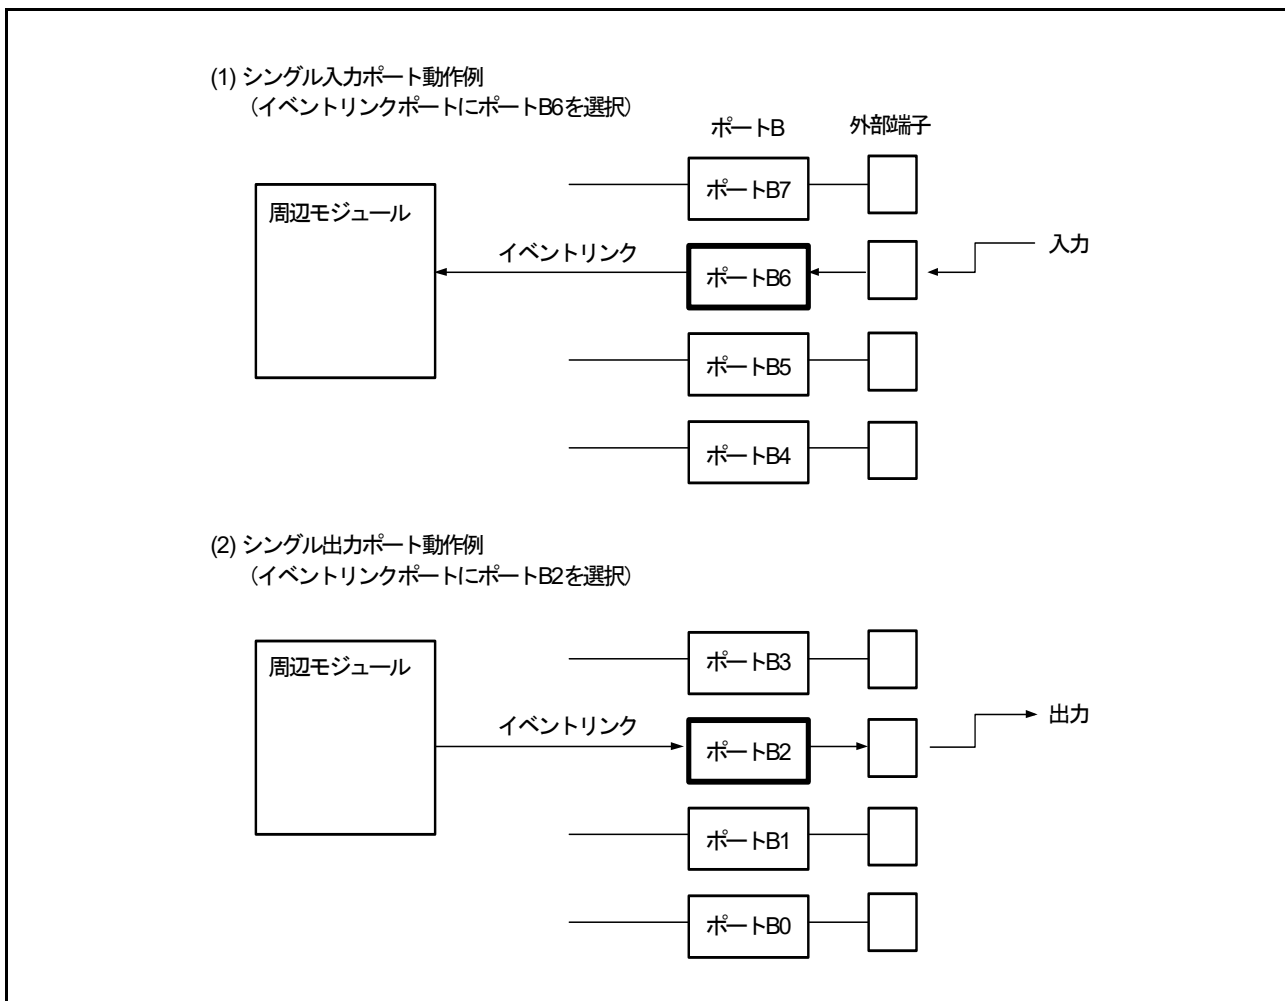

図 15.3 シングルポートのイベントリンク動作（ポート B の場合）
(2) シングル入力ポートでのイベント発生動作
PDR レジスタで入力に設定されているシングルポートは当該ポートに接続している外部端子（外部ピン）の信号値の変化により、イベントを発生します。イベント発生条件は、PELn レジスタで設定します。図 15.3(1) にシングル入力ポートのイベントリンク動作を示します。
(3) シングル出力ポートのイベント入力動作
PDR レジスタで出力に設定されているシングルポートにイベントが入力されると、PELn レジスタの設定により、当該ポートに接続している外部端子（外部ピン）の信号が変化します。これにより、当該ポートに接続している外部端子（外部ピン）の信号値が変化します。図 15.3(2) にシングル出力ポートのイベントリンク動作を示します。